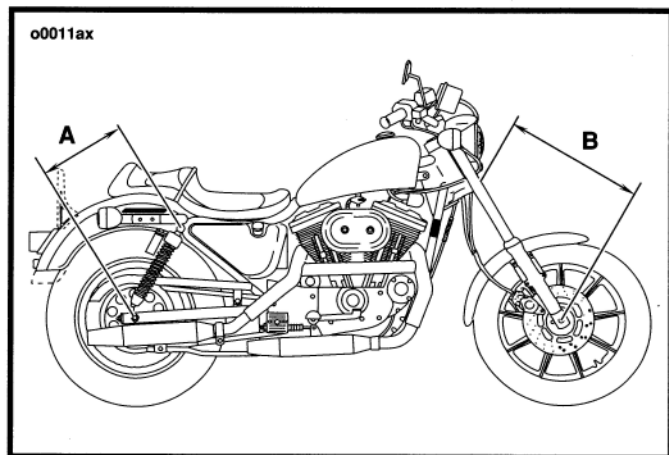

Figura 23. Misurazione del precarico per il modello XL Sport
Abbassare la motocicletta dal cavalletto laterale e far rimbalzare la parte posteriore diverse volte per accertarsi che la sospensione non sia ostacolata. Con la motocicletta senza pilota, prendere le seguenti misurazioni. Vedere la figura 23. Presso l'ammortizzatore posteriore, misurare la distanza (A) tra il centro del bullone dell'ammortizzatore superiore al